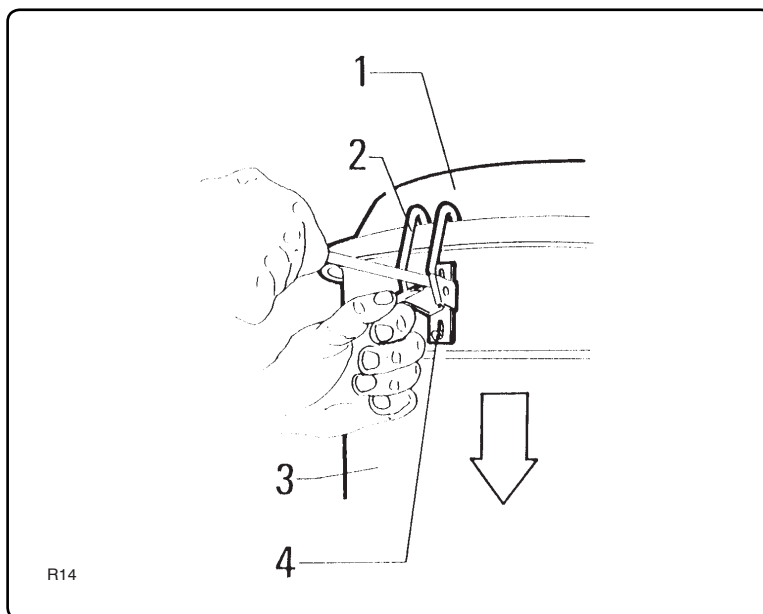

Fig. 7.5.2
7.5.2 - Verifica tenuta del coperchio (fig. 7.5.2)
7.5.2 - Checking the cover seal (fig. 7.5.2)
7.5.2 - Vérification de l'étanchéité du couvercle (fig. 7.5.2)
7.5.2 - Control estancqueidad de la tapa (fig. 7.5.2)